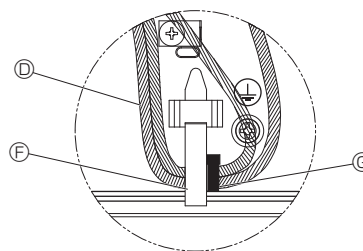

Fig. 5-10
5. Installez une sangle sur le fil de raccordement en option, le câble de transmission et le câble de la télécommande et prenez des mesures pour éviter qu'ils soient tendus. (Fig. 5-10)